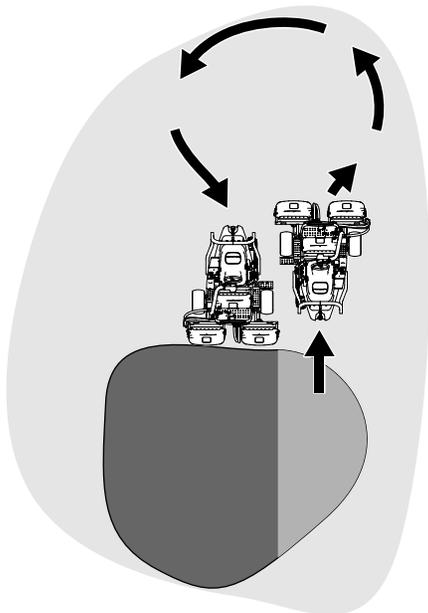

图 24
- 要缩短下一趟剪草的操作时间并方便剪出直线，应轻轻朝相反方向转动机器，然后再转向未剪部分。此动作是一个泪滴状的转弯（图 24），可将机器快速对齐，进行下一趟剪草。